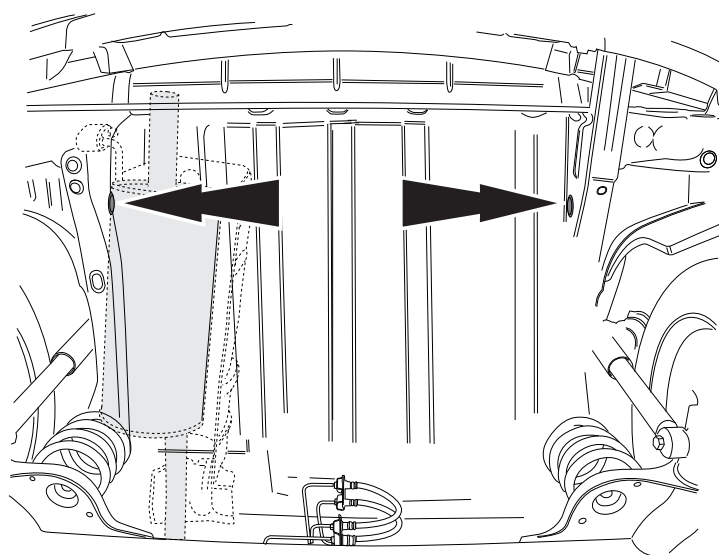

Fig. 3
6. Enlever les bouchons en caoutchouc à l'emplacement des points indiqués (voir la fig.3).
6. Avlägsna gummikåporna vid de markerade punkterna (se fig. 3).
6. Fjern gummikapslerne ved de markerede punkter (jævnfør fig. 3).
6. Retirar a la altura de los puntos indicados los tapones de goma (véase la fig. 3).
6. Rimuovere i tappi in gomma dai punti indicati (vedi fig. 3).
6. W oznaczonych miejscach usunąć gumowe nakładki (patrz rys.3).